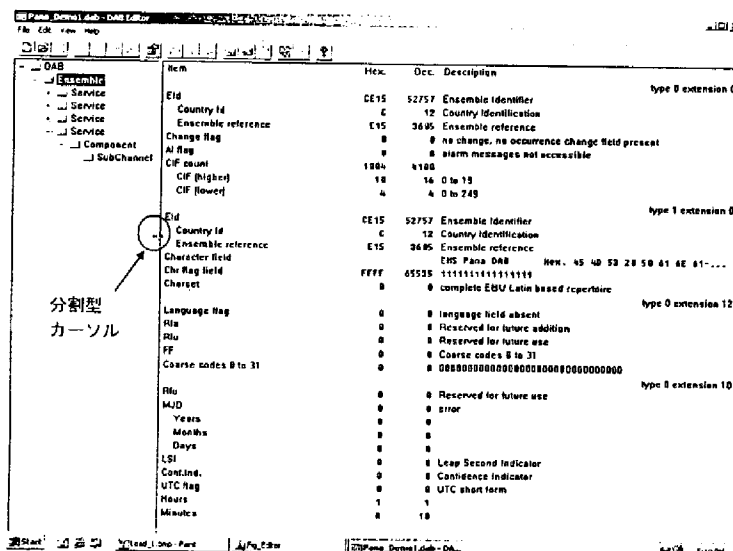

図 9-4 分割位置調整
- ② マウスカーソルが分割型に変化するので、「データ構造表示領域」と「データ詳細表示領域」を所要の広さに分割する位置で、マウスをクリックしてください。(「図 9-4 分割位置調整」を参照)